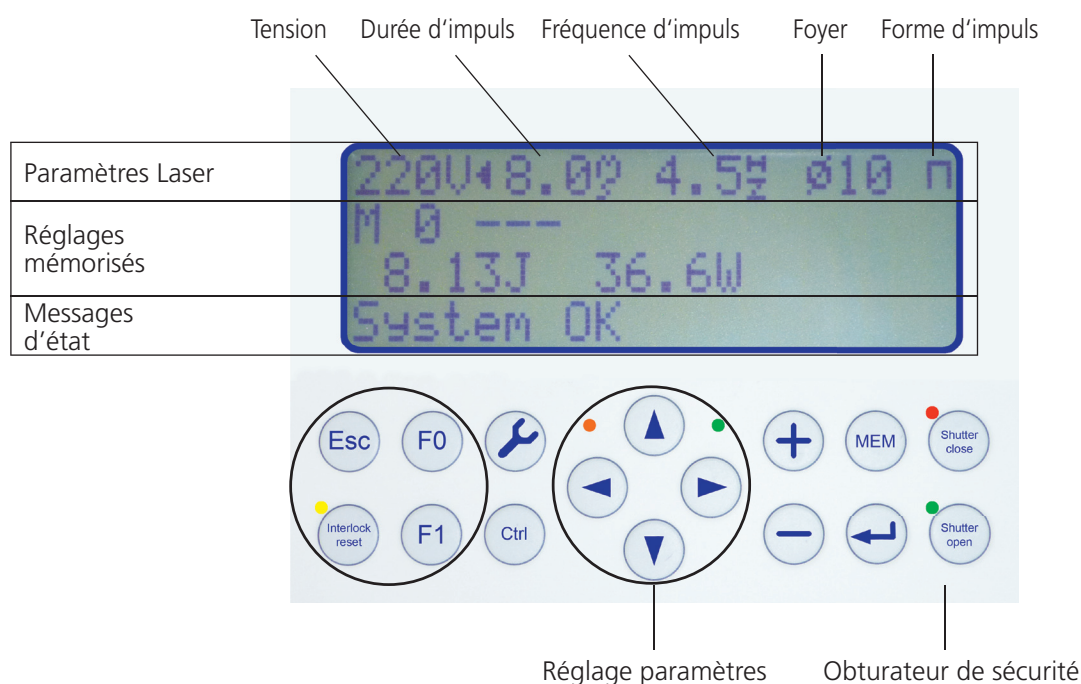

Fig. 7 : Le panneau de commande
1. L'actionnement de **l'interrupteur à clé** permet d'activer le laser. Dès que le visuel (voir fig. 7 page 20) affiche « **System OK** », le laser est opérationnel.
Le panneau de commande se compose du visuel et du clavier à membrane. La figure 7 montre l'état aussitôt après la mise en marche.
Cette chronologie correspond à la chronologie de l'affichage de la gauche vers la droite dans le visuel (voir fig. 7 page 20).